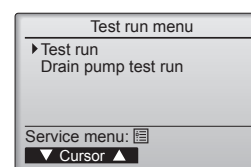

Fig. 7-2
- ② Seleccione "Test run" (Testar funcio.) no menu Teste de funcionamento e prima o botão [OK]. (Fig. 7-2)
- ③ A operação de teste de funcionamento é iniciada, sendo apresentado o ecrã da operação do Testar funcionamento.
7.3. Autoverificação (Fig. 7-2)